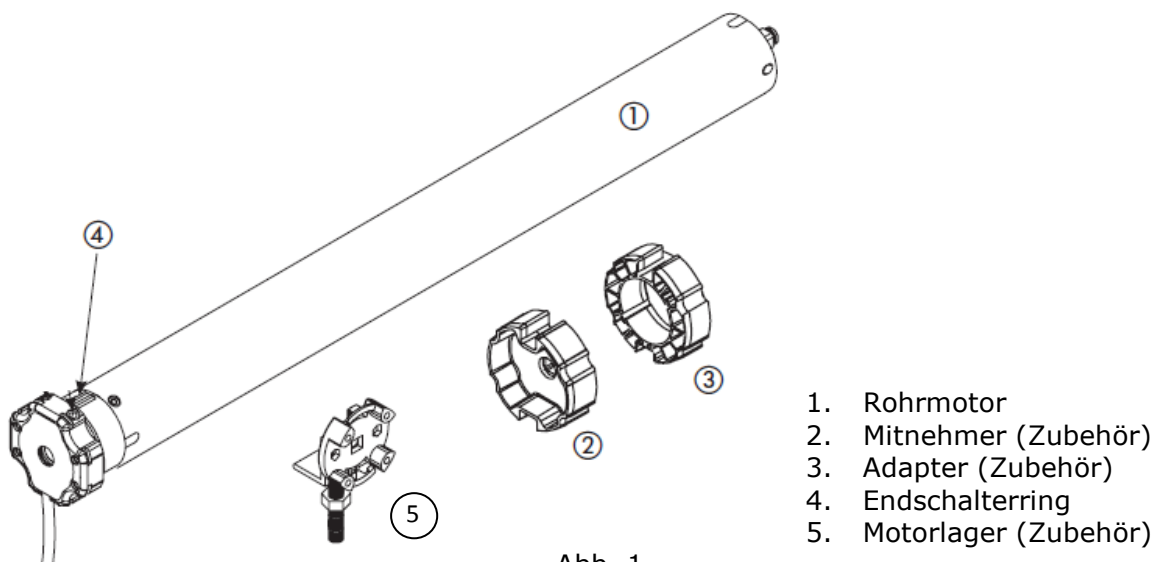

Abb. 1
1. Adapter und Mitnehmer (Abb.1, Bez. 2 und 3), die sich am besten für die zu bewegnende Welle eignen.
2. Das für die die Anwendung am besten geeignete Motorlager (Abb.1, Bez.7).